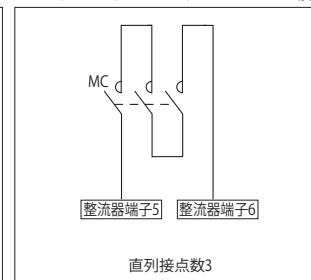

図 6-3 急制動回路での接点接続例
- 電磁接触器の接点は、直列に接点を接続してください。(図 6-3 参照)
- バリスタ (VR) は、最短距離で接続してください。(図 6-3 参照)